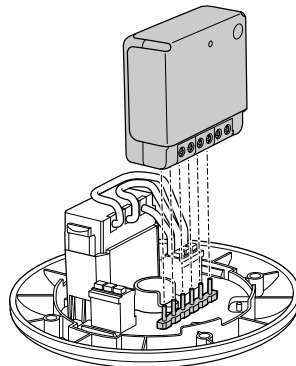

Bild 1
- 2 Befestigen Sie das Multifunktionsrelais im DCL - siehe **Abbildung 1**.